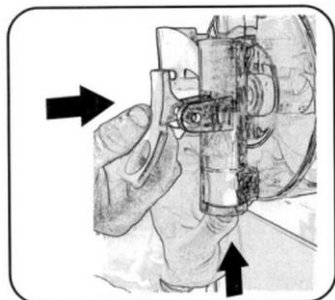

Рис. 41
5. Держать стержень сливного крана нажатый вверх, пока не будет видно квадратное отверстие, в которое нужно поместить ручку (рис. 41).